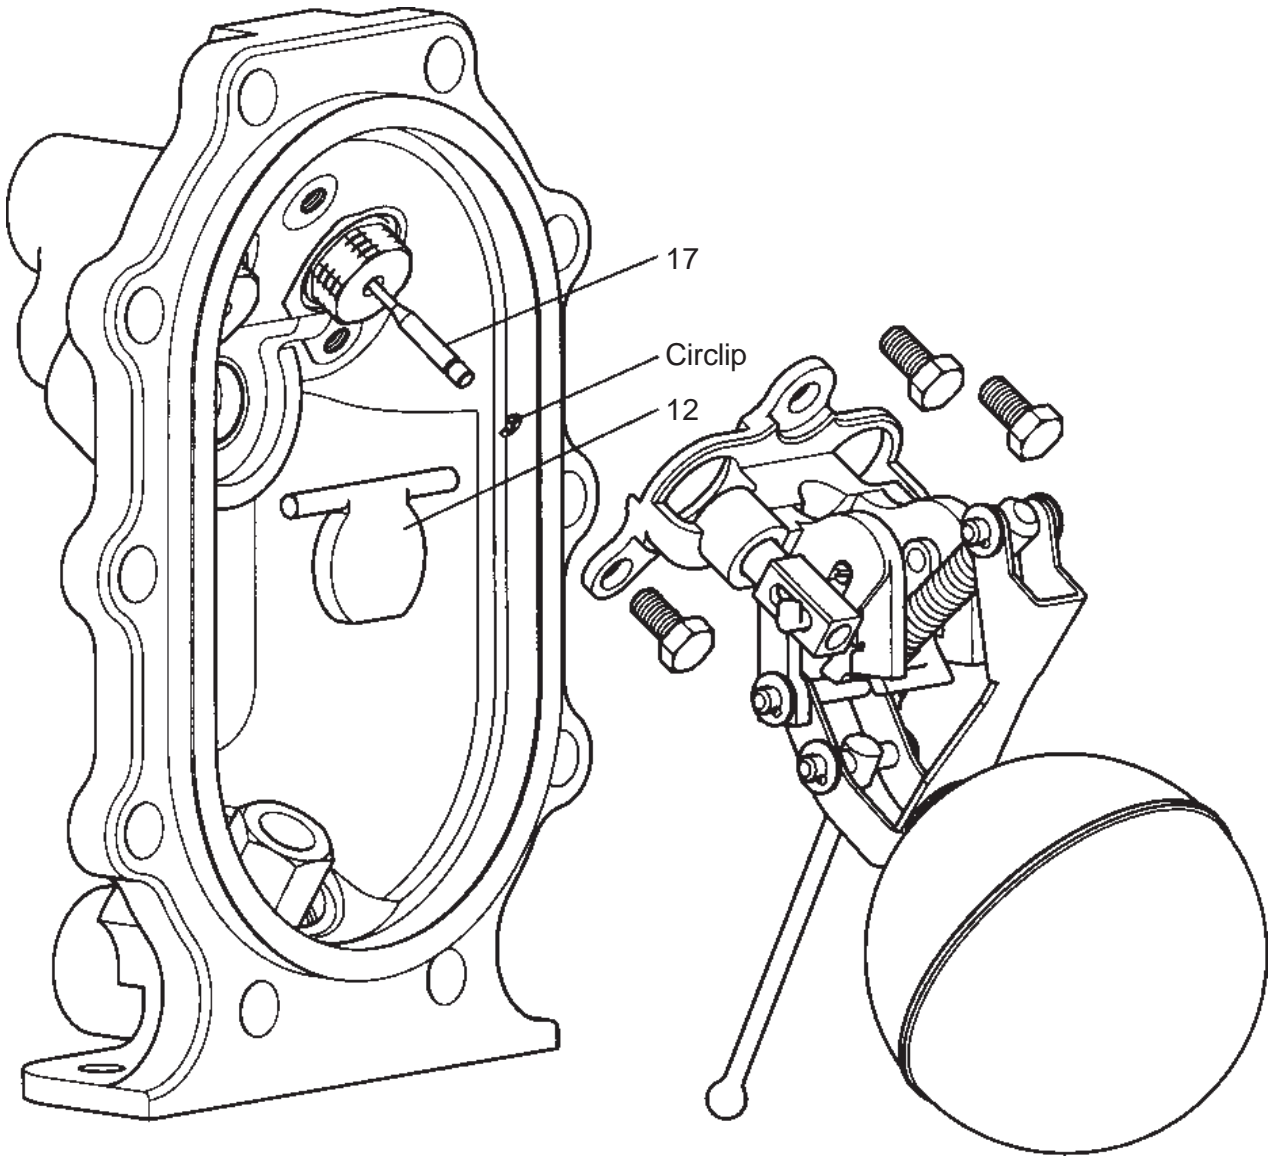

Fig. 17
5. Retirer l'arcade/support (Fig. 17). Cela permet d'accéder au clapet de retenue à battant d'entrée (Rep. 12).